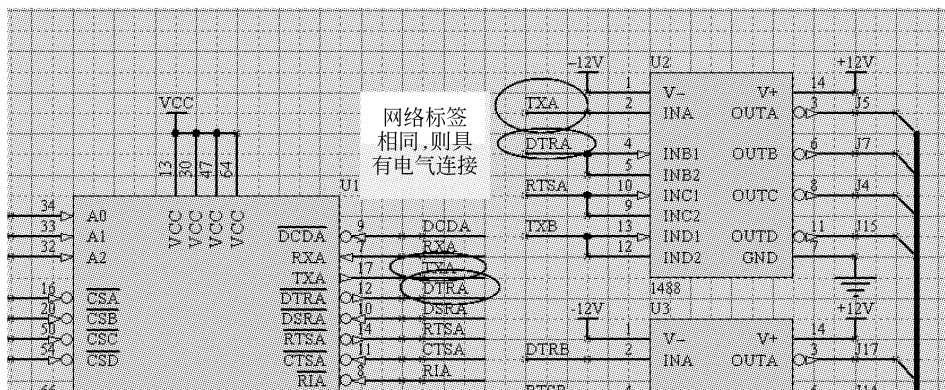

图 3-4 网络标号
(5) 网络标号：网络标号和端口功能相似，通过网络标号也可以建立电气连接。图 3-4 所示为一个原理图中采用的一个网络标号，在该图中如果在不同地方出现了两个网络标号 TXA，则这两个 TXA 所代表的电路具有电气连接。在原理图中网络标号必须附加在导线、总线或者元件管脚上。在今后的原理图绘制中读者将会看到网络标号的存在。